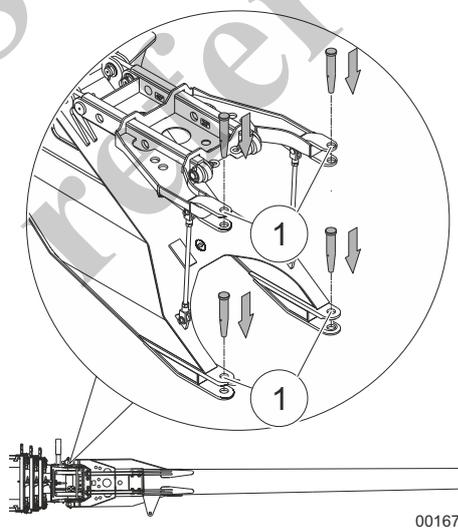

Fig. 192 Sujeción con pernos de la pluma de extremo
- 15 Emperne la pluma de extremo en la pluma telescópica en las posiciones de los pernos (1, Fig. 192) y sujétela firmemente con los pernos de bloqueo.